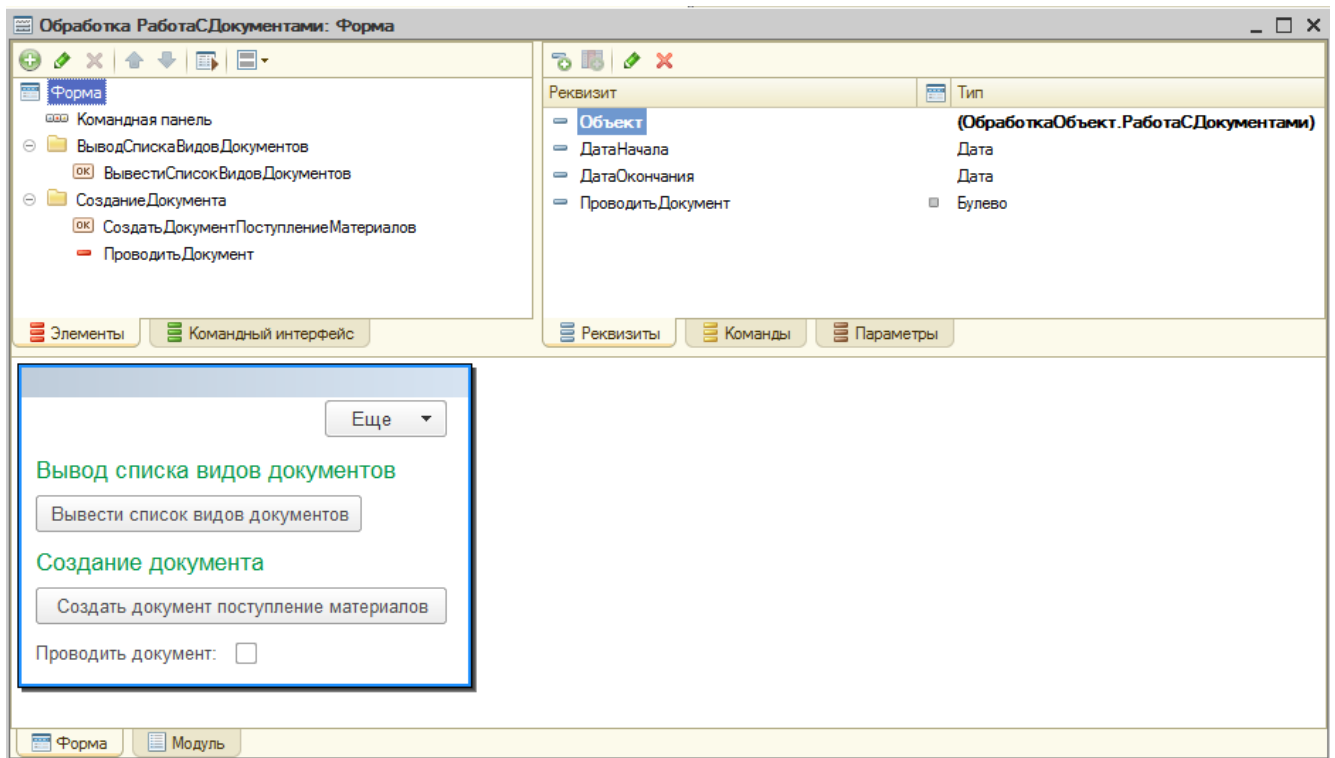

Рисунок 14.12 - Модификация формы обработки
30. Добавим в нашу обработку новую команду – СоздатьДокументПоступлениеМатериалов. Так же добавим новый реквизит – ПроводитьДокумент, поместим его на форму, Рисунок 14.12. Мы зададим все данные, в том числе – и тип документа для создания – в коде.